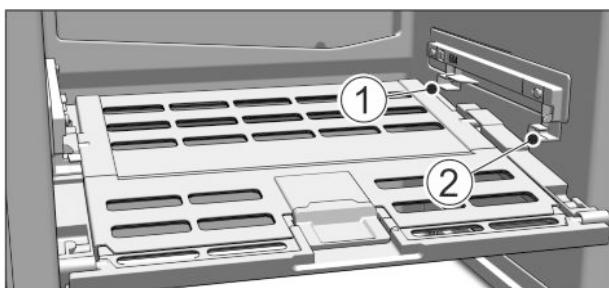

Fig. 43
- Вставляння кришки відділення Fruit & Vegetable-Safe: вставити поперечні ребра кришки знизу у задній тримач Fig. 43 (1) і зафіксувавши спереду у тримачі Fig. 43 (2).